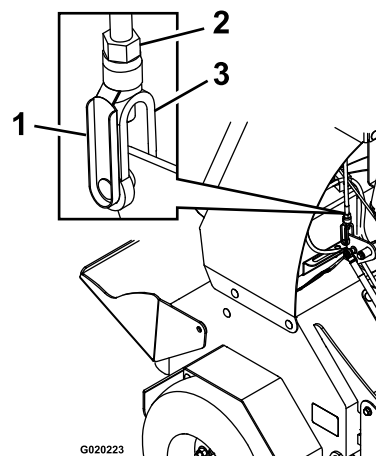

Figura 53
- B. Retire el pasador de muelle del conector de horquilla del acoplamiento de la palanca de control de tracción (Figura 53).
- Si la palanca de control **toca la barra de referencia**, gire el conector de horquilla (Figura 53) en sentido antihorario (visto desde la parte superior de la máquina).
- Si la palanca de control **no toca la barra de referencia**, gire el conector de horquilla (Figura 53) en sentido horario.
- D. Instale el pasador de muelle (Figura 53) y mueva la palanca de control hacia adelante.
- F. Retire el pasador de muelle, gire el tensor en sentido horario una vuelta más e introduzca el pasador de muelle (Figura 53).